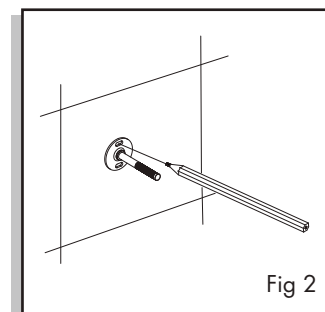

Fig 2
2. Locate where you want to install the slide bar. Use the top post as a template and mark locations on shower wall using pencil (Fig 2).
2. Determine dónde quiere instalar la barra. Use el montante como patrón y marque con lápiz sobre la pared el lugar donde desea instalarla (fig. 2).
2. Déterminer l'endroit où sera installée la barre coulissante. Utiliser la fixation pour vous guider et marquer l'emplacement sur le mur de la douche avec un crayon à mine (fig. 2).
2. The flow controller/check valve is located at opening of handshower handle and has a different color plastic housing than the handshower conical threads (Fig 2). Use needle-nose pliers to grasp the flow controller/check valve and pull the flow controller/check valve out. Take care not to use excessive force when grasping perimeter edge of the flow controller/check valve so as to avoid damage (Fig 2 & 3).
2. El regulador de caudal y la válvula de control se encuentran en el hueco de la manija de la ducha de mano y tienen una funda de plástico de un color distinto al de las roscas de la sección cónica de la ducha de mano (fig. 2). Use unos alicates de extremos finos para sujetar el regulador de caudal y la válvula de control y sacarlos. Procure no forzar excesivamente al sujetar el borde del regulador de caudal y válvula de control para no dañarlos (fig. 2 y 3).
2. Le régulateur de débit/clapet de non-retour est situé à la base de la poignée de la douche à main et le boîtier de plastique est de couleur différente des filets (fig. 2). Saisir le régulateur de débit/clapet de non-retour avec une pince à bec effilé pour le retirer. Prendre soin de ne pas exercer une force excessive en saisissant le bord pour ne pas endommager le régulateur/clapet (fig. 2 et 3).